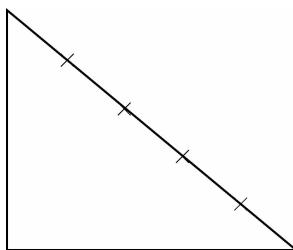

图 3-32 定数等分对象
(2) 将三角形的斜边定数等分为 5 份,如图 3-32 所示。